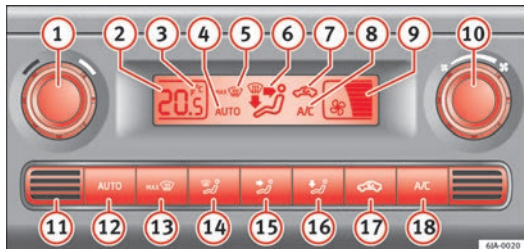

Abb. 99 Climatronic: Weitere Bedienelemente
-  **18** ⇒ Abb. 99 ⇒ Seite 141 eingeschaltet.
- Drücken Sie die Taste  **12** ⇒ Abb. 99 ⇒ Seite 141.
Drücken Sie gleichzeitig die Tasten  und  ⇒ Abb. 99 ⇒ Seite 141. Auf dem Display erscheinen die Daten in der gewünschten Einheit.
Im unteren Teil befindet sich der Innenraumtemperatursensor ⑪ ⇒ Abb. 99 ⇒ Seite 141. Überkleben oder überdecken Sie den Sensor nicht, da sonst die Climatronic ungünstig beeinflusst werden könnte. ■
- Stellen Sie die Luftaustrittsdüsen ③ ⇒ Seite 134 und ④ so ein, dass der Luftstrom leicht nach oben gerichtet ist.
- Drücken Sie die Taste AUTO ⑫ ⇒ Abb. 99. Auf dem Display erscheint **AUTO**. ▶
- Nach dem Einschalten der Zündung können Sie mit dem Drehregler ① ⇒ Abb. 99 ⇒ Seite 141 die gewünschte Innentemperatur einstellen.
- Drücken Sie die Taste  ⑰ ⇒ Abb. 99 ⇒ Seite 141. Das Symbol  erscheint auf dem Display.
- Drehen Sie erneut den Regler **10** ⇒ Abb. 99 ⇒ Seite 141 nach links (Gebläsedrehzahl verringern) bzw. nach rechts (Gebläsedrehzahl erhöhen).
- Drücken Sie die Taste  **13** ⇒ Abb. 99 ⇒ Seite 141.
- Drücken Sie mehrmals die Taste  **13** ⇒ Abb. 99 ⇒ Seite 141, oder drücken Sie die Taste .